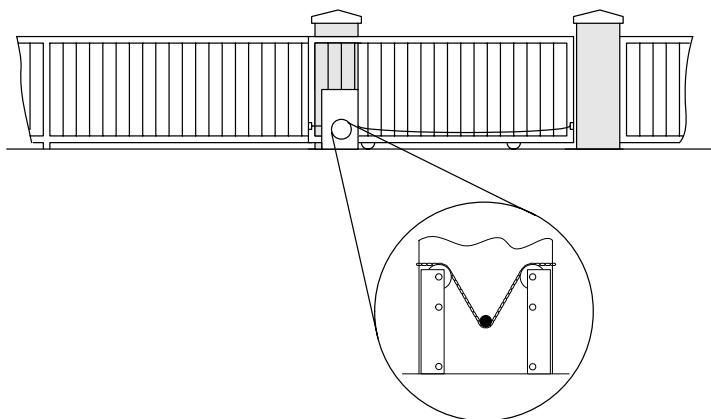

Figura 12
2. Encamine la cadena a través del operador de puerta: por encima de la guía de cadena y bajo la rueda dentada (figura 12).